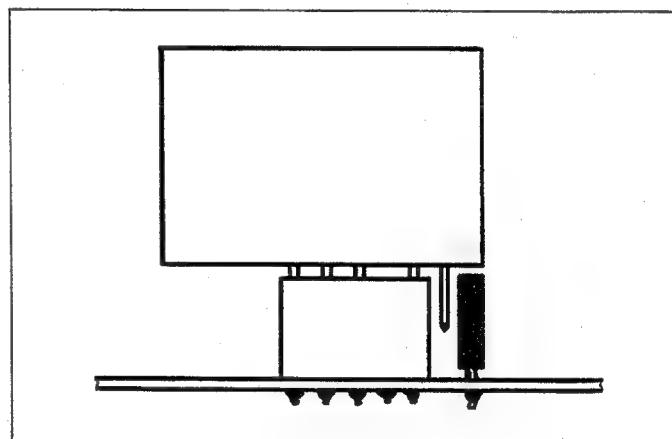

Fig. 3.5
- Der kleinere, sechspolige Print (1.179.183.21) des Kabelbundes wird in der fünfpoligen CIS-Buchse (Pos. B auf dem ARM ELECTRONIC PCB) so eingesteckt, dass einer der Anschluss-Stifte zwischen der CIS-Buchse und dem Kondensator frei bleibt (siehe Fig. 3.5). Der Stecker, der vorher an diesem Platz war, wird in die Buchse auf dem kleineren Print 1.179.183.21 eingesteckt. (Auf richtige Codierung achten, in der Buchse muss ein Anschluss frei bleiben).